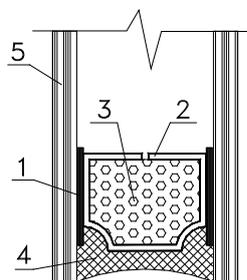

Рис. 2. Конструкция стеклопакета
**Стеклопакет** - герметичная конструкция из двух стёкол (однокамерный стеклопакет) или из трёх стёкол (двухкамерный стеклопакет), разделённых между собой дистанционной рамкой из алюминия, соединяемой со стёклами при помощи герметика (рис.2).